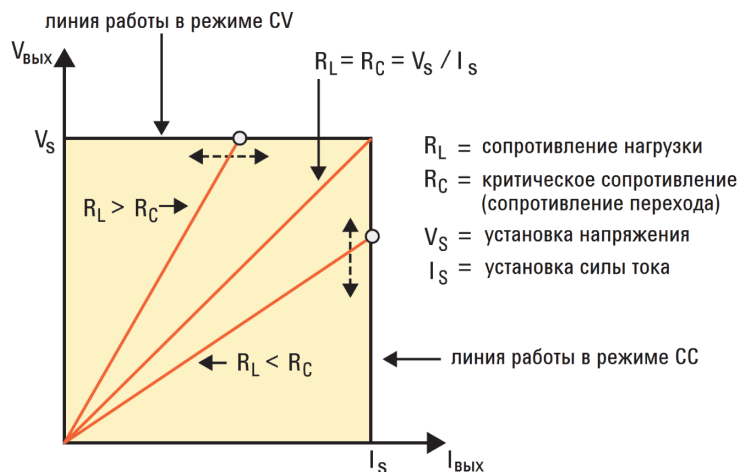

Рисунок 1: Выходная характеристика источника питания
Источник питания будет работать в режиме стабилизации напряжения (CV) при условии, что нагрузке не требуется ток больший, чем установленный предел силы тока. Согласно закону Ома,  $V = I \times R$ , для поддержания постоянного напряжения во время изменения сопротивления нагрузки необходимо, чтобы сила тока возрастала или уменьшалась. До тех пор, пока потребление тока  $I_{\text{вых}} = V_s / R_L$  меньше, чем установленный предел силы тока, источник питания стабилизирует выход при установленном значении напряжения. Источник питания будет работать вдоль горизонтальной линии  $V_s$  (см. рисунок 1), при  $I_{\text{вых}} = V_s / R_L$ .
пределу. Такой режим работы называется режимом стабилизации тока ( $C_C$ ). Источник питания будет работать вдоль вертикальной линии  $I_s$  (см. рисунок 1), значение напряжения на выходе будет равно  $V_{\text{вых}} = I_s \times R_L$ .
- Сопротивление нагрузки равно  $R_C$ , то есть значению, при котором выход переходит из режима CV в режим CC, или из CC в CV (см. рисунок 1).